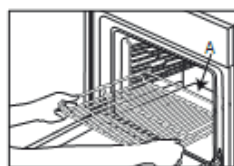

Fig. 1A
1. Schuif het rooster horizontaal in de oven, met het verhoogde gedeelte "A" omhoog gericht (Fig. 1A, 1B)